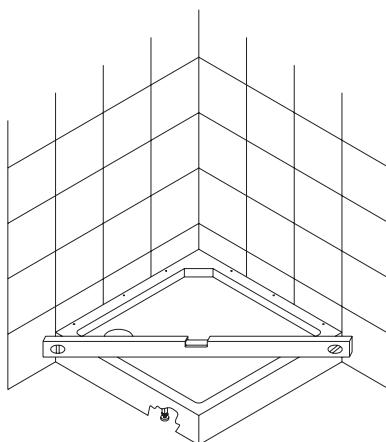

Рис. 2
2. Установите душевой поддон (14) в выбранном месте, выровняйте его при помощи строительного уровня, используя ножки, закрепленные под днищем лотка. Рис. 2